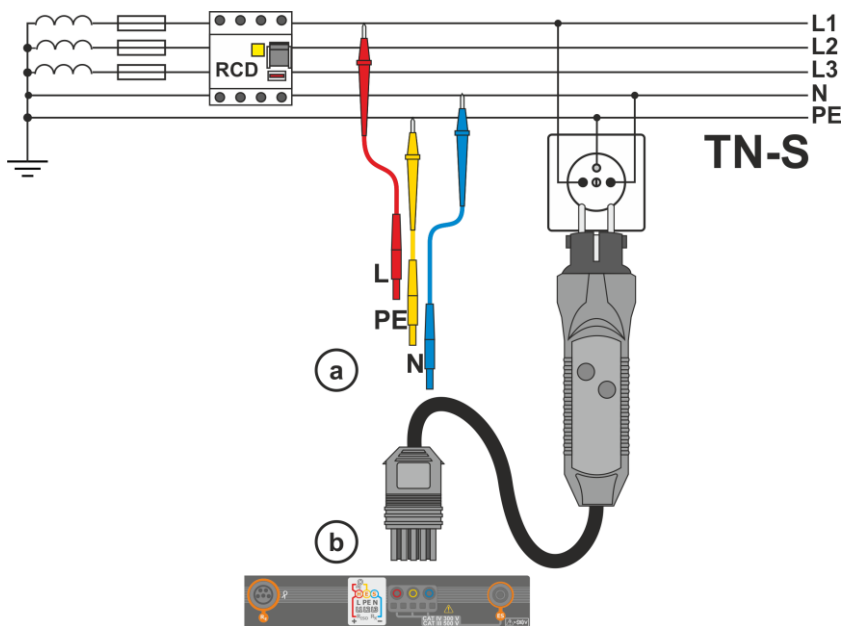
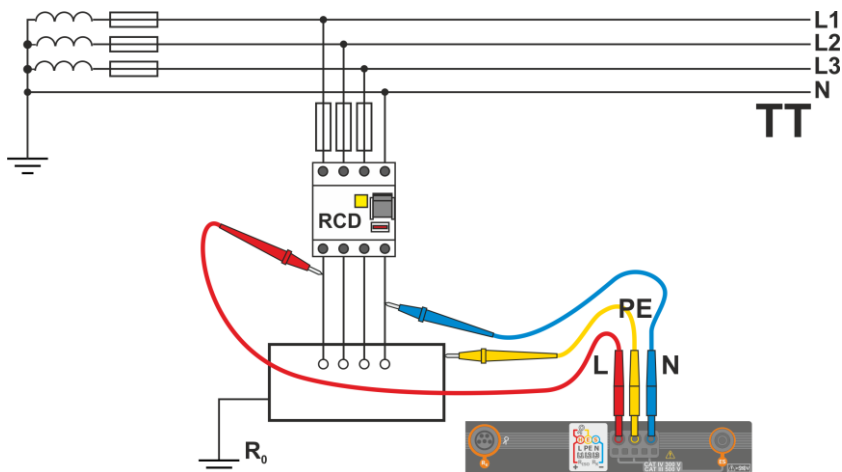

Fig. 3.3 Medición en el sistema TN-S
Fig. 3.4 Medición en el sistema TT
- 1 Conectar los cables de medición según la Fig. 3.3, Fig. 3.4 o Fig. 3.5.